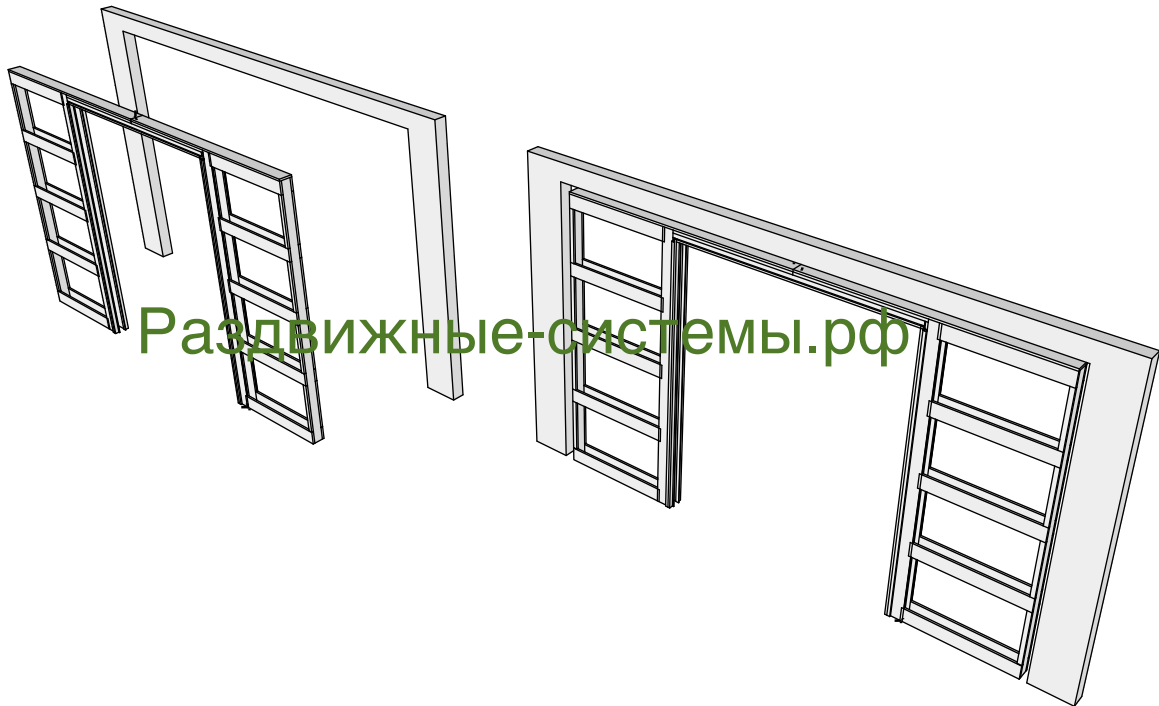

Рисунок 11
6. Установить собранный пенал в проём (Рис. 11).